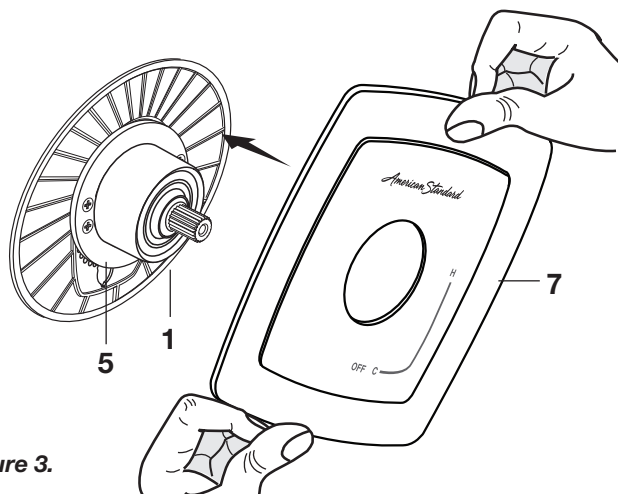

Figure 3.
- **Figure 3.** Installez L'ÉCUSSE (7) sur le CAPUCHON (1) et poussez jusqu'à ce qu'il soit de niveau avec le mur fini. L'ÉCUSSE (7) s'enclenchera sur le SUPPORT DE L'ÉCUSSE (5).